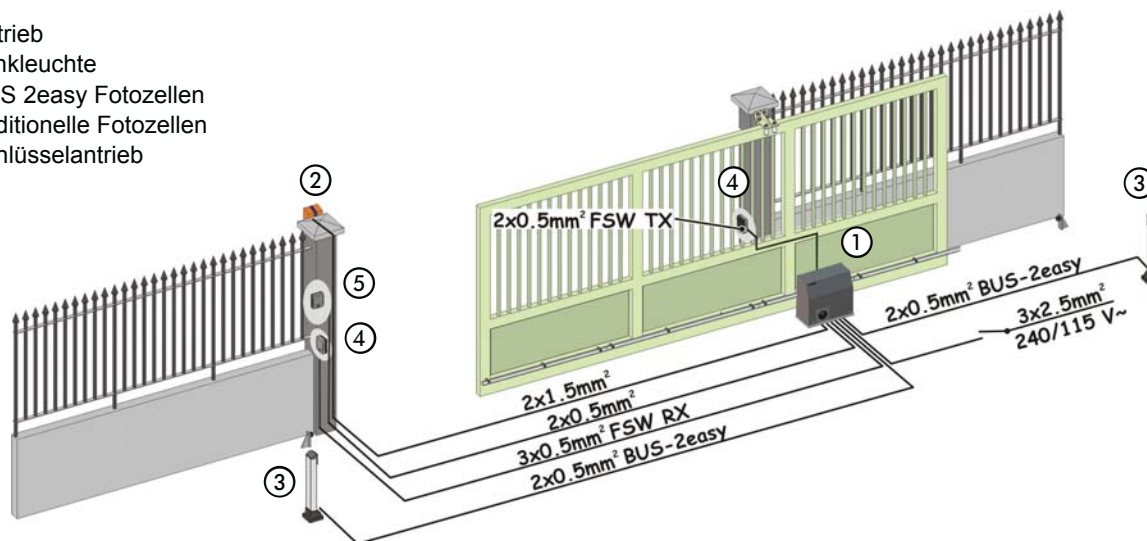

Abb. 3
5. Die Stromkabel für den Anschluss der Zubehörteile und die Stromversorgung wie in Abb. 3 vorrichten.
- Die Hinweise in Abb. 3 befolgen, die Kabel in die Führungskanäle einlegen und die elektrischen Anschlüsse mit den ausgewählten Zubehörteilen herstellen.